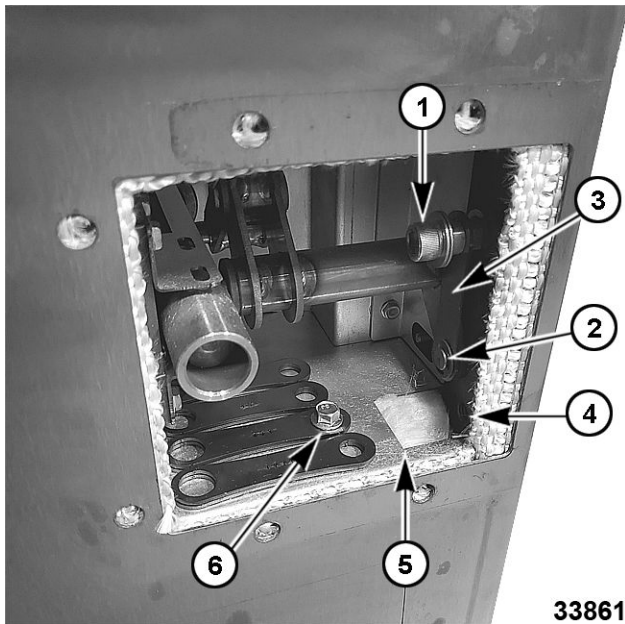

Fig. 68
REMARQUE: Pour éviter que la quincaillerie ne tombe à l'intérieur de la porte, couvrez l'espace ouvert (5, Fig. 68) sous les bras de verrouillage.
- B. Retirez le boulon de 3/8 po (1, Fig. 68). NE jetez PAS le tube, le boulon ou la rondelle.
- C. Retirez l'agrafe en E et la tige (2, Fig. 68). NE jetez PAS l'agrafe en E ou la tige.
- D. Remplacez les deux bras de verrouillage (3, Fig. 68) par les pièces fournies. Remontez le mécanisme interne, assurez-vous que les bras de tringlerie sont en position haute. Placez les bras inutilisés dans la boîte de verrouillage et fixez-les avec des vis à bride dentelée à tête hexagonale de 1/4-20 x 3/4 po (6, Fig. 68). Fixez à nouveau la poignée de porte intérieure.
REMARQUE: Pour la charnière à gauche, le boulon et les bras doivent être retournés et montés sur le trou de la charnière à gauche (4, Fig. 68). Placez les bras inutilisés dans la boîte de verrouillage et fixez-les avec des vis à bride dentelée à tête hexagonale de 1/4-20 x 3/4 po (6, Fig. 68).